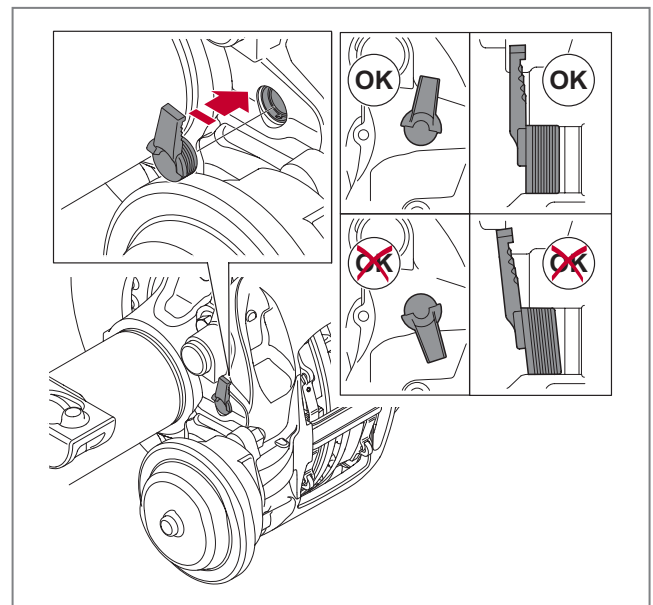

Abb. 11 - Schutzstopfen korrekt anbringen
3. Bringen Sie den Schutzstopfen der Rückstellwelle am Bremssattel an und vergewissern Sie sich, dass er korrekt ausgerichtet ist und sich vollständig in ordnungsgemäßer Dichtungsposition befindet. Andernfalls kann die Lebensdauer der Bremse beeinträchtigt werden! *siehe* ► *Abb. 11*